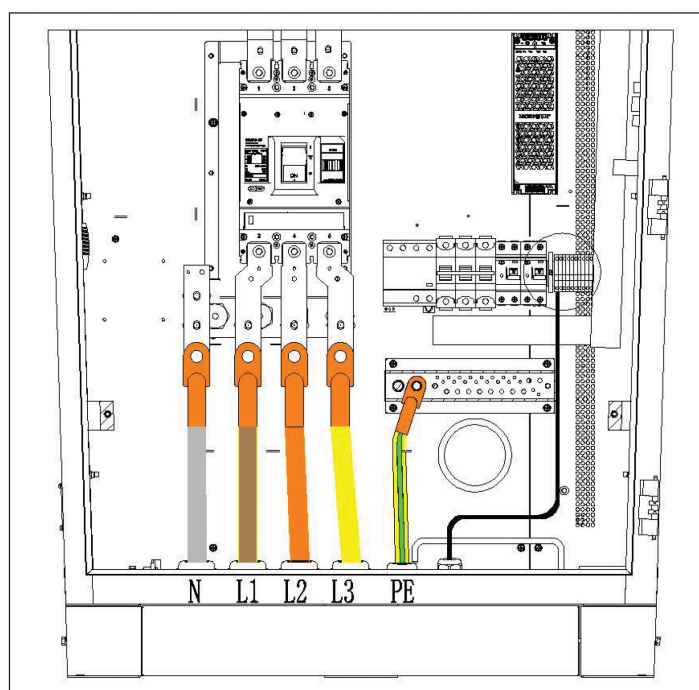

Figure 3.4.4
2. Fixez la cosse de câble sur la barre de cuivre avec la vis de M(25/64)/M(5/16) pouce (M10/M8), le couple est de 221-265.2 in·lbs (25-30N·m), et la force est calibrée, comme indiqué dans la Figure 3.4.4.